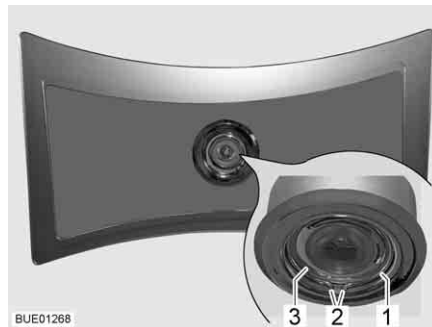

Bild 281 Taklampa
- Tryck samman fjäderringen (Bild 281,1) i båda ändarna (Bild 281,2) och ta bort den.
- Ta ut höljet (Bild 281,3) med lysdioderna ur lampan.